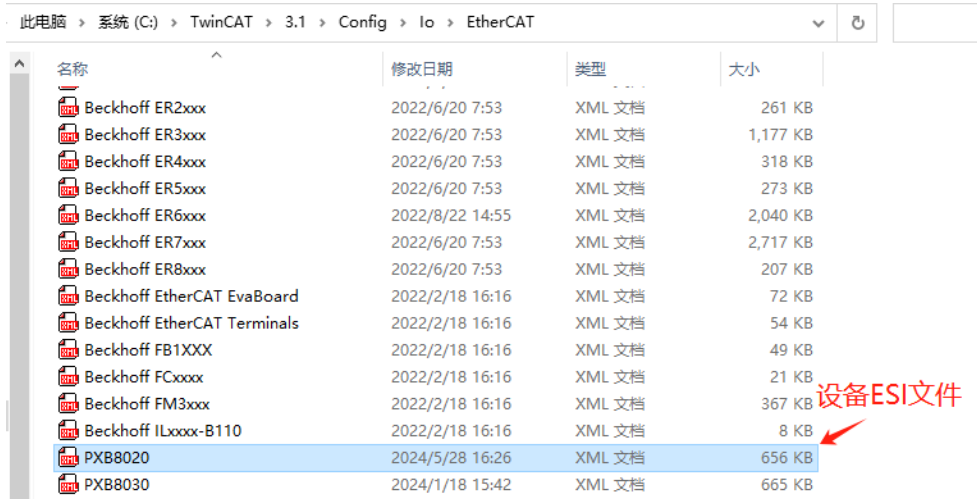

图 7.1 ESI 文件存放处
- 1) 将需要烧录的 ESI 文件拷贝至 C:/TwinCAT/3.1/Config/IO/EtherCAT 路径处。如图 7.1 所示。